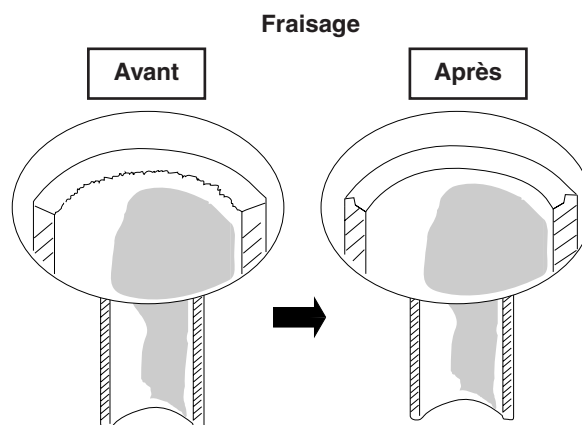

Fig. 6-1
- (1) Coupez le tube en cuivre à la longueur appropriée à l'aide d'un coupe-tuyau. Il est conseillé de le couper approximativement 30 à 50 cm plus long que la longueur estimée.
- (2) Ébavurez les extrémités du tube à l'aide d'une fraise. Réalisez cette opération avec le plus grand soin, afin de garantir un évasement correct. (Fig. 6-1)